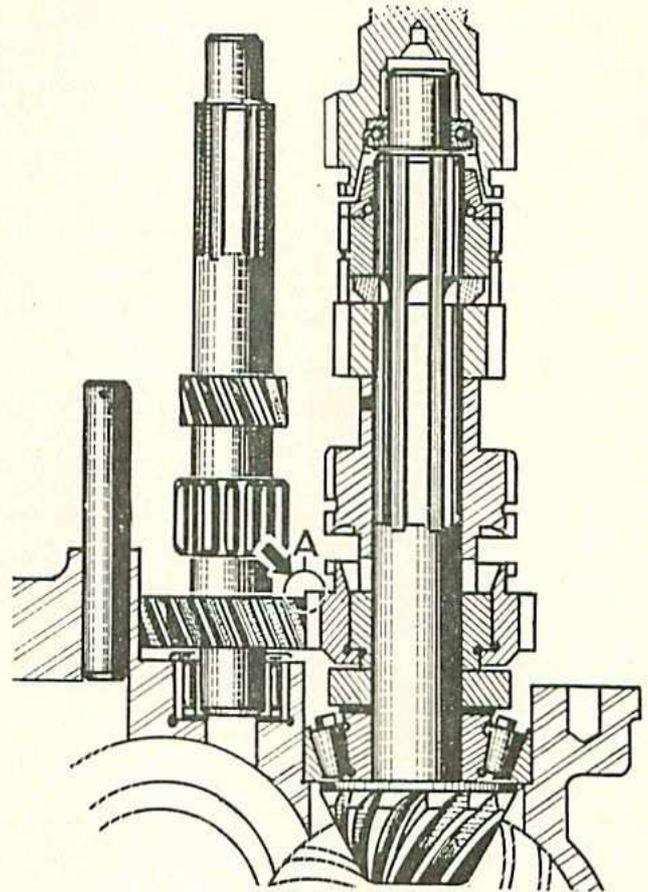

Fig. 38. — Alignement de la roue de 2'.
- Orienter le carter verticalement, le couvercle AV au-dessus. Monter, à l'arrière de l'arbre intermédiaire, la butée à aiguilles (1) (fig. 38) et la cage intérieure du roulement (2) à la presse).
- Mettre en place dans le carter la bague de réglage DIB-B (3) à l'emplacement du roulement à aiguilles de l'arbre intermédiaire.
**Nota très important.** — Pour faire cette vérification, utiliser un réglé que l'on place latéralement sur le flanc des dents. Si l'on remarque une différence de niveau, mettre des cales (4) entre bague de réglage et carter jusqu'à ce que roue et pignon soient sur le même plan. Puis retirer une cale d'une épaisseur de 0,10 à 0,15 mm.
- Comparer l'épaisseur de la bague de réglage DIB-B avec celle de la cage extérieure du roulement. Modifier, en conséquence, l'épaisseur des cales (4).